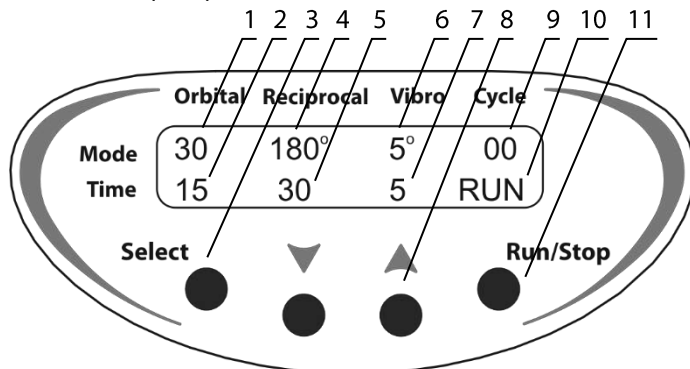

Рис. 3. Панель управления модели **Multi Bio 3D**
- 5.2.4. Нажмите кнопку **Run/Stop** (рис. 3/11) для начала заданной программы.
- 5.2.5. С началом движения платформы на дисплее будет показана индикация: состояние RUN (движение, рис. 3/10), отсчет числа циклов (рис. 3/9) и отсчет времени текущего цикла (рис. 3/2, 3/5 и 3/7).
- 6.2. Нажатием кнопки **Select** (рис. 3/3) выберите параметр, который необходимо изменить. Каждое нажатие кнопки **Select** последовательно активирует параметры режимов в цикле. Активный параметр обозначается мигающей индикацией.
- 6.3. Используйте кнопки **▼** и **▲** (рис. 3/8) для установки соответствующих значений. Если кнопка нажата более 2 с, значения меняются быстрее.
- 6.5. Установите скорость (рис. 3/1), угол поворота (рис. 3/4 и рис. 3/6) и время для каждого вида движения (рис. 3/2, рис. 3/5 и рис. 3/7), а также число повторений цикла (рис. 3/9).